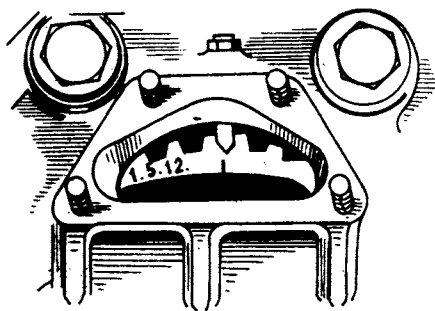

Рис. 43. Совмещение меток с указателем
5. Отрегулировать зазоры между коромыслами и торцами клапанов тех цилиндров, номера которых указаны около совмещенной с указателем метки (рис. 43). Для этого щупом проверить зазоры между торцами клапа-